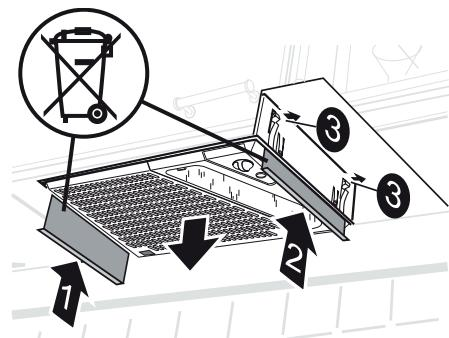

Fig. 32
Presser les tôles de démontage (1 et 2) entre la hotte aspirante et le cadre de suspension pour dégager les ressorts (3). Dégager la hotte (4) de suspension. Fig. 32